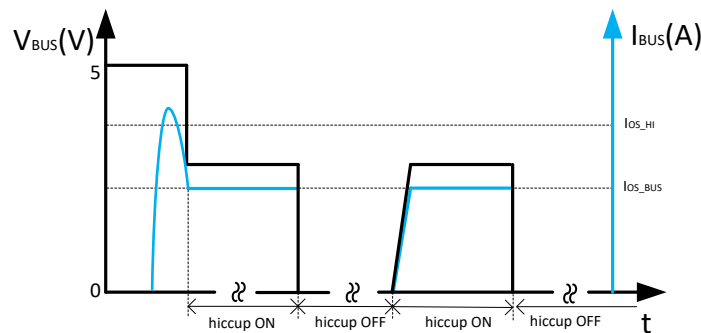

図 10-7. バス過電流保護 : 2 レベル電流制限
- 3 つ目の状態は、負荷電流が I_{OS_HI} 設定以上に増加した場合です。この場合、高速ターンオフは負荷によってトリガされず、USB パワー・スイッチの電流制限スレッシュホールドはすぐに 1 次側電流制限 I_{OS_BUS} に設定が戻ります。それでもまだ負荷によって I_{OS_BUS} 以上の電流が要求されると、図 10-7 に示すように、USB 出力電圧は $I_{OS_BUS} \times R_{LOAD}$ (抵抗性負荷) まで低下します。過電流制限状態が 4.1ms 以上続くと、対応の USB チャンネルは、オフ時間 524ms、オン時間 4.1ms のヒカップ・モードに入ります。他の USB チャンネルは正常に動作します。